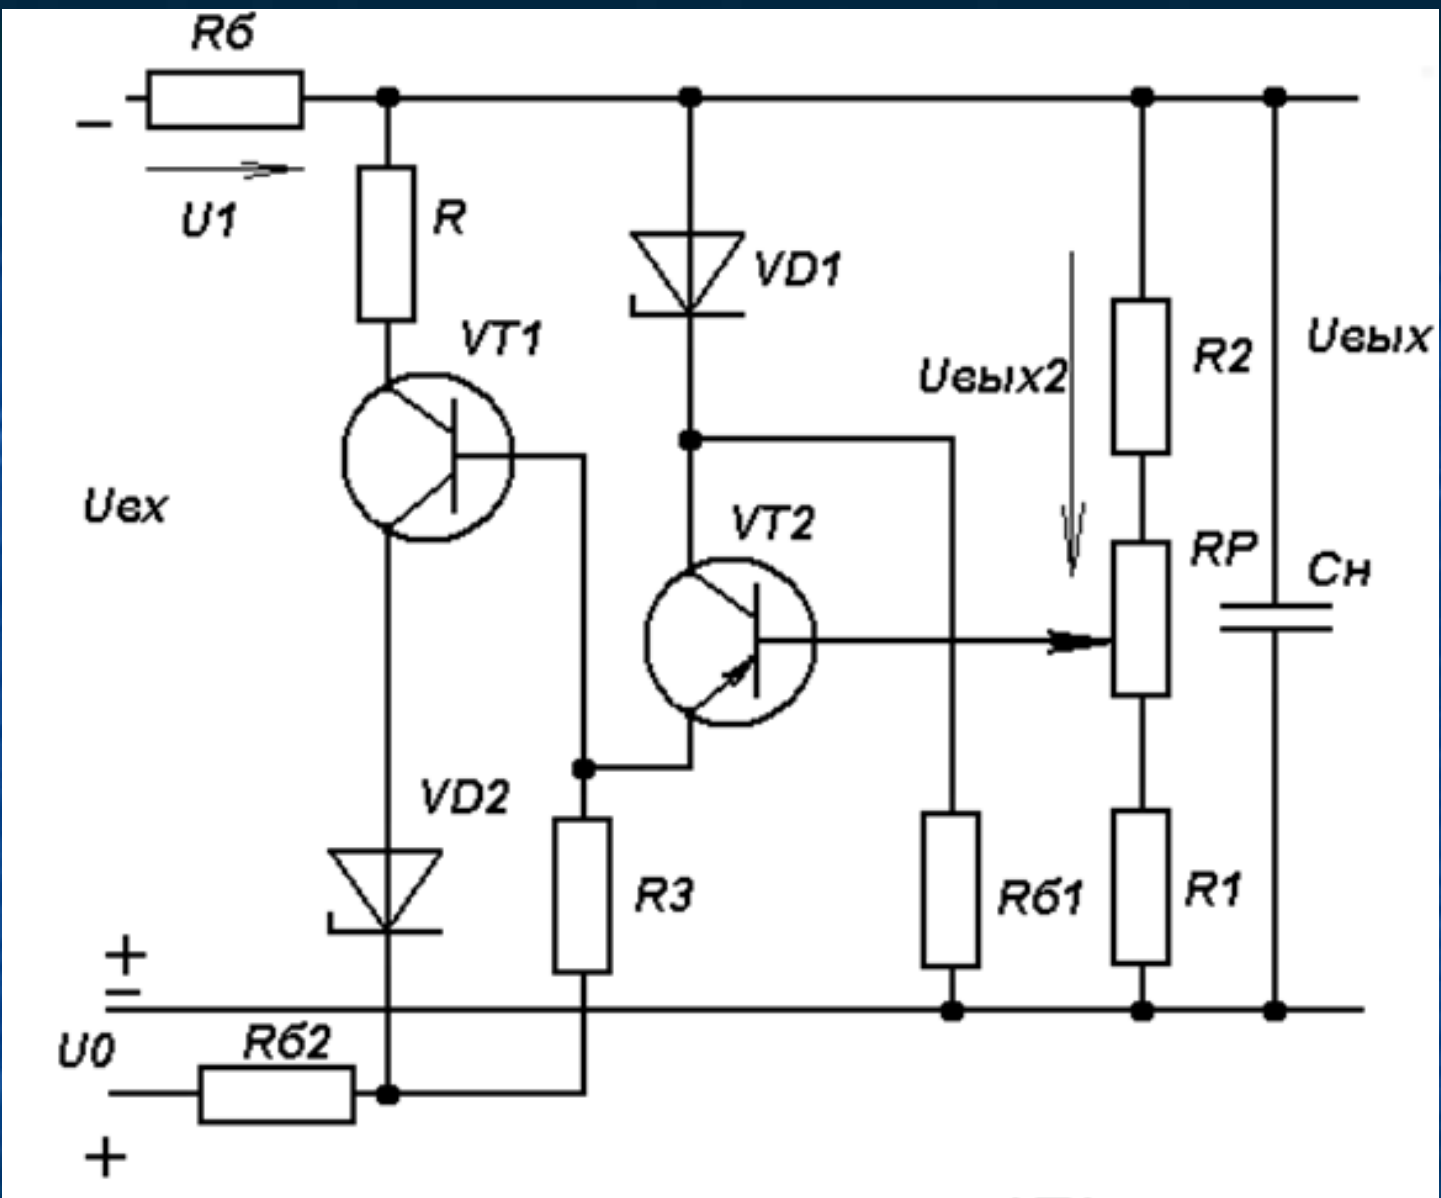

Рисунок 9.5 - Принципиальная схема полупроводникового стабилизатора напряжения с параллельно включенным регулирующим транзистором
**Стабилизаторы с параллельно включенным регулирующим элементом** (рисунок 9.5) целесообразно использовать при малых изменениях напряжения сети и импульсном изменении тока, нагрузки. Основными достоинствами этого стабилизатора являются: постоянство входного тока при изменениях тока нагрузки (при постоянном входном напряжении) и нечувствительность к коротким замыканиям на выходе.